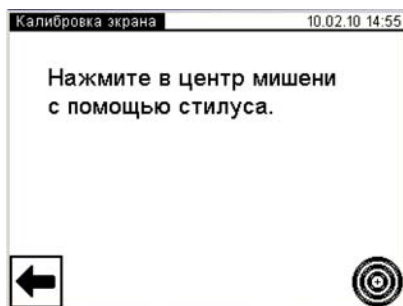

Рисунок 6.7
- 2) Перейти в окно "Калибровка экрана", для чего в окне "Настройка" нажать на строку "Калибровка экрана", на экране появится окно "Калибровка экрана" (рисунок 6.7)